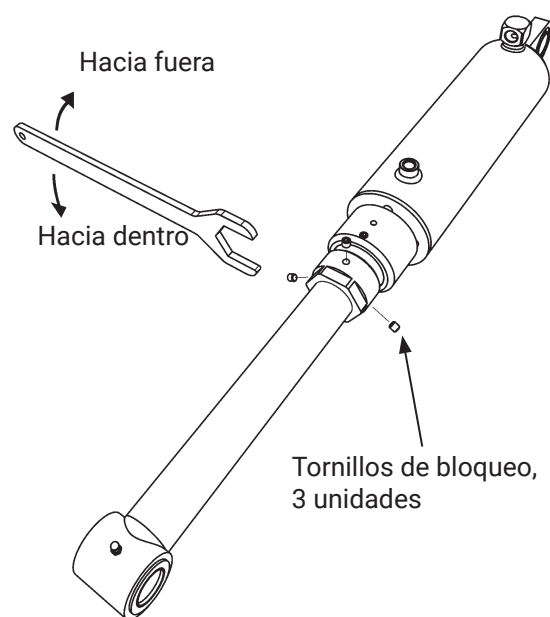

Imagen 38. Ajuste del ángulo de basculamiento
- Aflojar los tres tornillos de bloqueo del cilindro que está montado en la plataforma, Imagen 38.